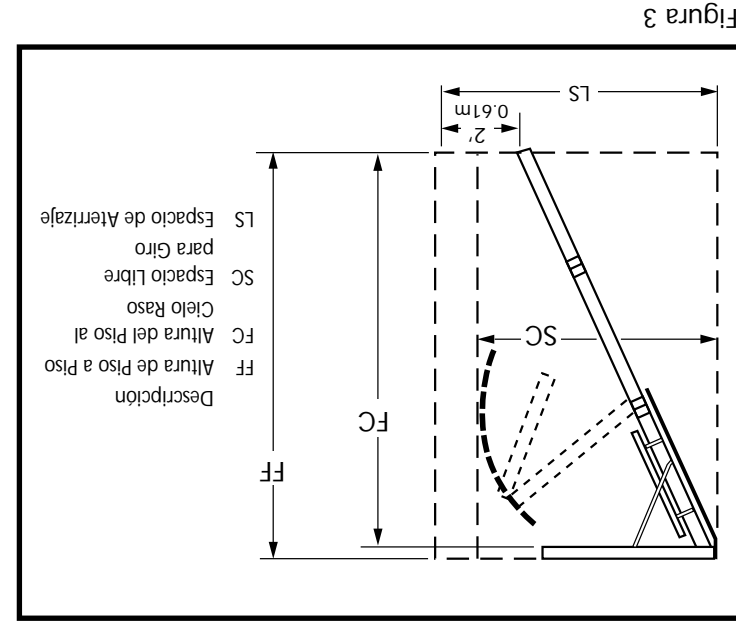

Figura 3
Antes de Proceder: Usted debe tener: a) una estructura adecuada de cielo raso y vigas, b) las personas, herramientas y materiales necesarios, c) la escalera apropiada para la altura de su cielo raso (Véase la Figura 3 y la Tabla 1 siguientes), y d) una ubicación horizontal y plana en el cielo raso.
PASO 2. Verifique que usted tiene el espacio libre para giro (SC) necesario (véase la Figura 3 y la Tabla 1). Si usted está instalando la escalera de acceso en un garaje, no olvide considerar donde se estacionarán los automóviles.
PASO 3. Verifique que usted tiene el espacio de aterrizaje (LS) necesario para permitir que ambas patas se apoyen de forma plana sobre el suelo (véase la Figura 3 y la Tabla 1).